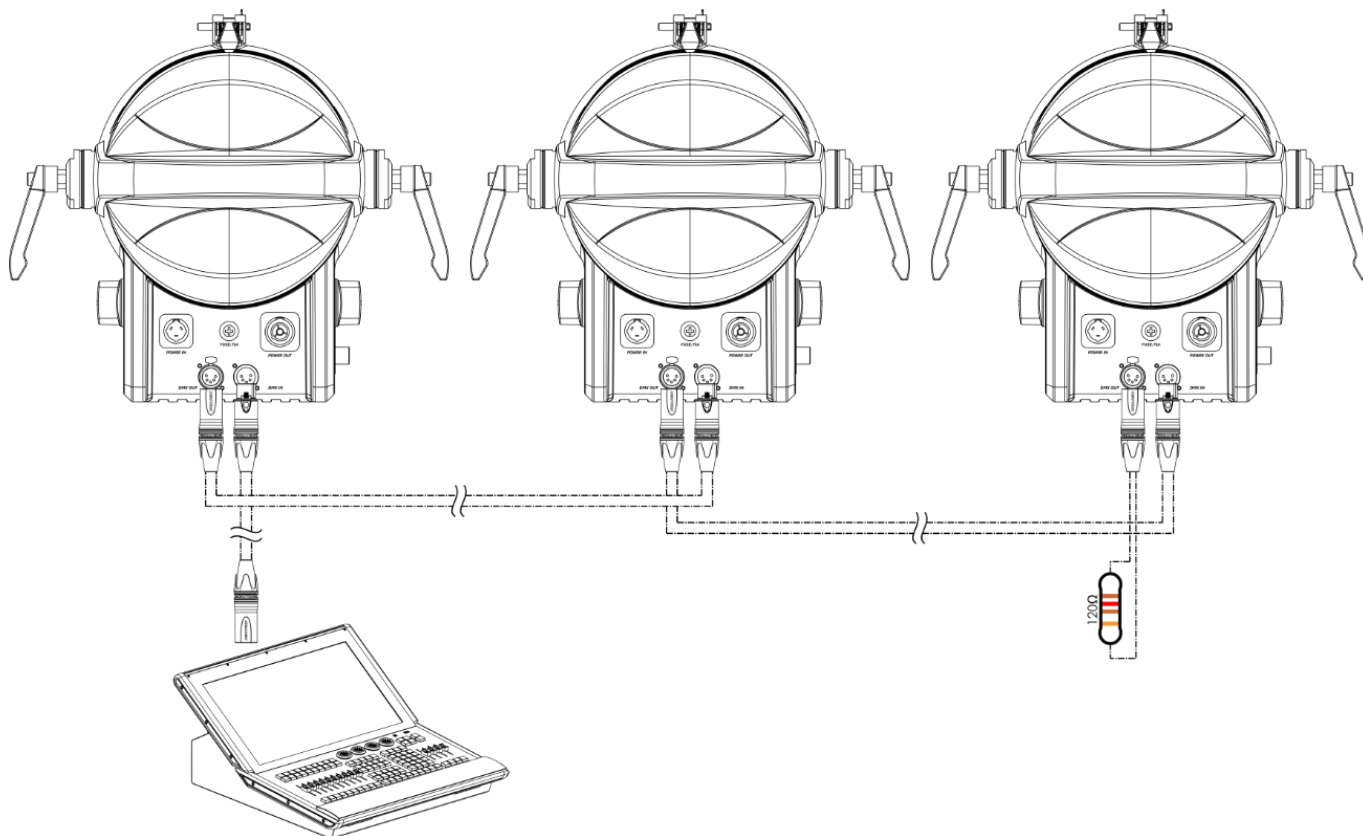

Fig. 14
- 03) Repita el paso 2 para todos los dispositivos de la conexión en cadena como se indica en la Fig. 14.